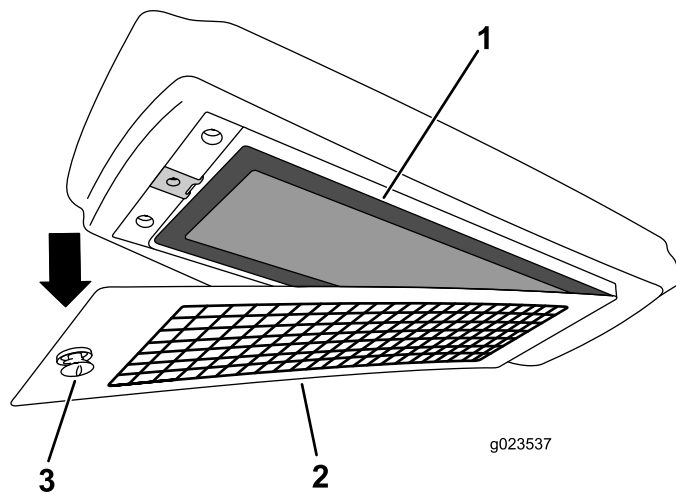

Рисунок 163
4. Снимите воздушный фильтр с корпуса и замените фильтрующий элемент (Рисунок 163).